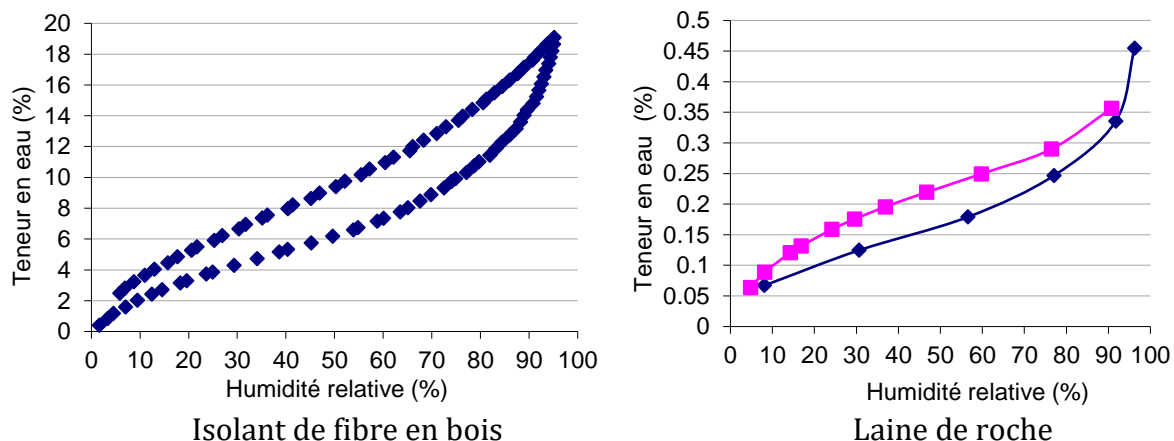

Figure 1 : Isotherme de sorption désorption des isolants fibreux
Lors de la construction du logement collectif indiqué dans la section A, le maître d'ouvrage a présélectionné deux isolants thermiques : L'isolant de fibre en bois et la laine de roche. Les isothermes de sorption désorption correspondantes à chacun de ces isolants sont indiquées sur la figure 1.
Il est à noter que l'isotherme de sorption de l'isolant de fibre en bois présentée à gauche sur la figure 1 a été obtenue par mesure de teneur en eau volumétrique, via le dispositif Belsorp aqua3. En revanche, l'isotherme de sorption désorption de la laine de roche a été obtenue par méthode gravimétrique, en utilisant le Dynamic Sorption Analyzer DVS.
8. Par quoi justifier vous la différence entre le chemin adsorption et désorption des courbes isothermes (figure 1) dans ces isolants ? Argumentez votre réponse.
10. Expliquez la différence entre les deux isothermes présentées sur la figure 1.